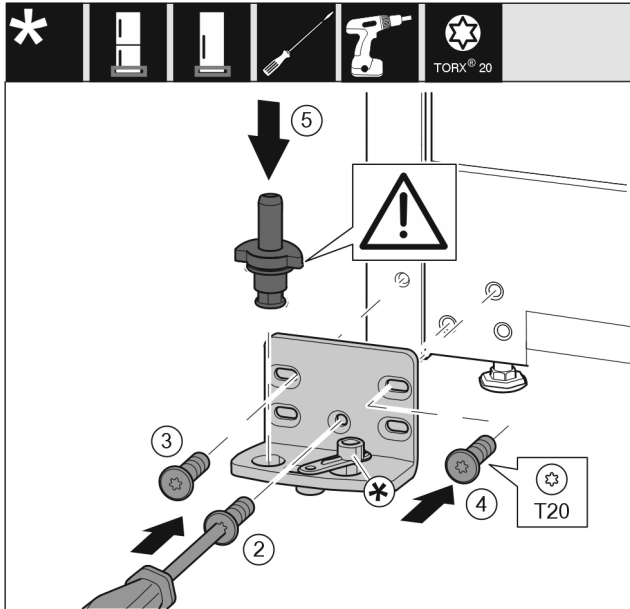

Fig. 16
- ▶ Aseta laakeripukki toiselle puolelle ja ruuvaa se kiinni T20-ruuvimeisselillä. Aloita ruuvilla 2 alhaalta keskeltä. Fig. 16 (2)
- ▶ Kiristä ruuvit 3 ja 4. Fig. 16 (3,4)
- ▶ Aseta laakeripultti kokonaan paikoilleen. Varmista, että lukitusnokka osoittaa taaksepäin. Fig. 16 (5)